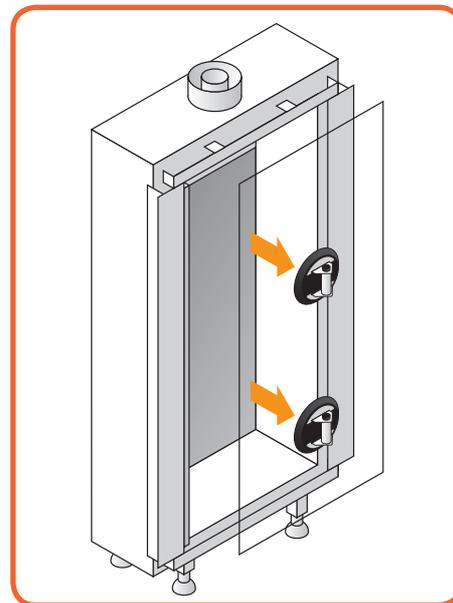

Figura 10.9 - Rimozione del vetro
- Sollevare leggermente il vetro e inclinarlo facendolo passare attraverso l'apertura nel camino (*Figura 10.9*).